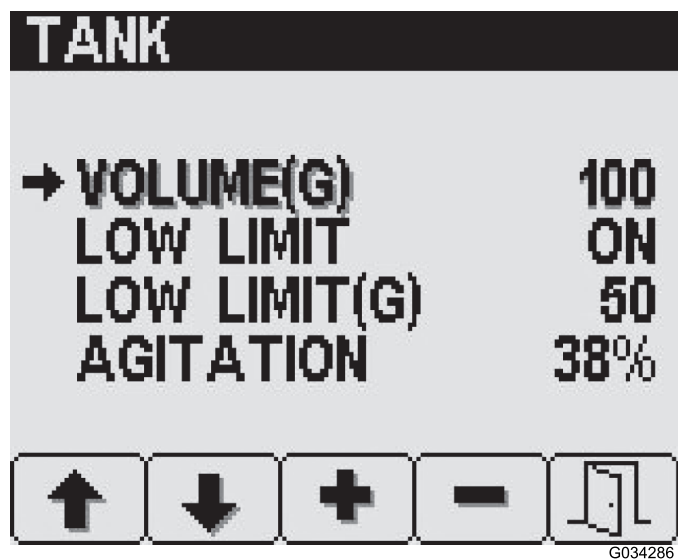

图10
- 2. 按 2 号按钮直至到达想要更改的项目（图10）。
- 3. 使用 3 号和 4 号按钮设置所需的值（图10）。